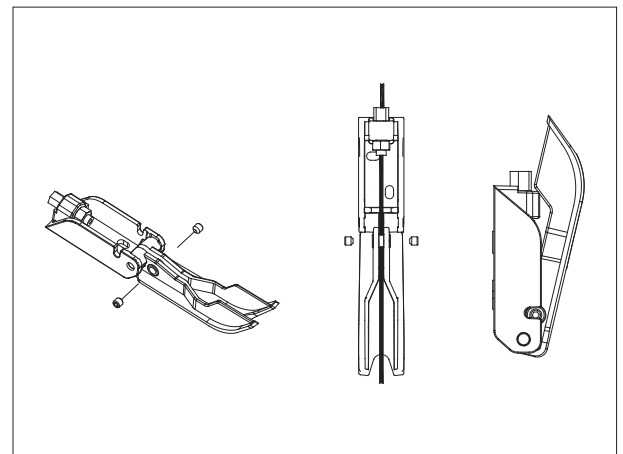

Рис. 12
1. Заправьте трос в ручную разблокировку (рис. 12).